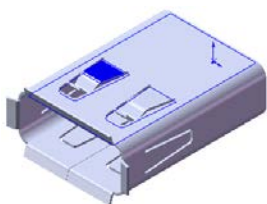
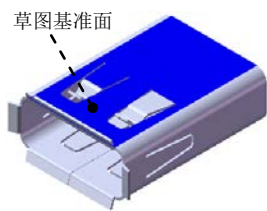
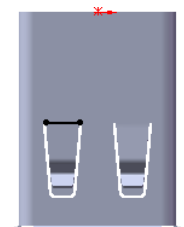

图 10.51 绘制的折弯 6
图 10.52 草图基准面
图 10.53 横断面草图
Step16. 创建图 10.51 所示的钣金特征——绘制的折弯 6。
(1) 选择下拉菜单 **插入(I)** → **钣金(B)** →  **绘制的折弯(S)...** 命令。
(2) 定义横断面草图。选取图 10.52 所示的模型表面为草图基准面，在草图平面中绘制图 10.53 所示的横断面草图。
(3) 定义绘制的折弯参数。在“绘制的折弯”对话框的**折弯位置:**选项选取“折弯在外”按钮，并在文本框中输入角度值 5；取消 ☐ 使用默认半径(R) 复选框，在文本框中输入折弯半径值 10。
(4) 单击按钮，完成绘制的折弯 6 的创建。